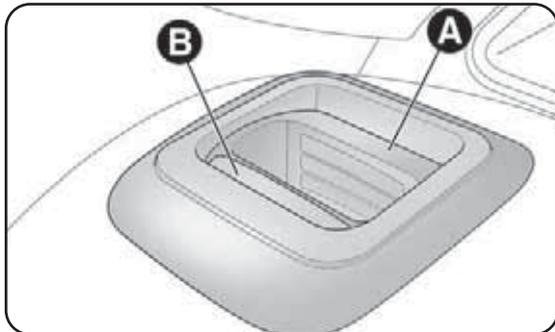

fig. 3
**AVISO** O engate correcto do encosto é garantido pelo desaparecimento da “banda vermelha” B-fig. 3 presente nas alavancas A de rebatimento do encosto. Esta “banda vermelha” indica de facto a falta de engate do encosto.
*Certifique-se de que o encosto esteja correctamente engatado em ambos os lados (“faixas vermelhas”, B-fig. 3 não visíveis) para evitar que, em caso de travagem brusca, o encosto se projecte para a frente causando ferimentos aos passageiros.*